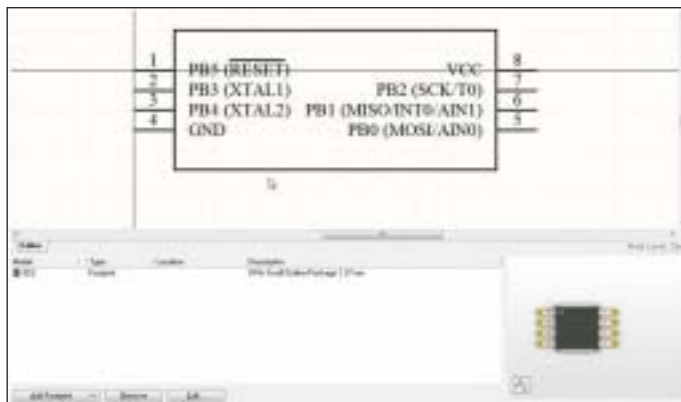

Рис. 36. Представление компонента
8. В списке подключенных моделей появится наименование указанного посадочного места, а в окне предварительного просмотра — изображение модели (рис. 36).